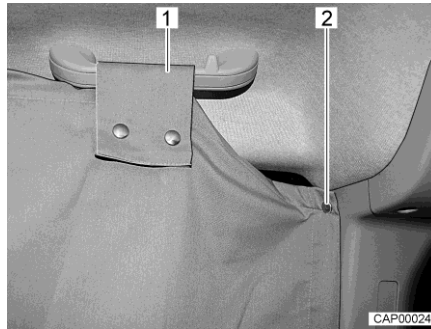

Bild 22 Fahrerhausverdunklung an Seitenscheibe
- Fahrerhausverdunklung auf einer Seite des Fahrerhauses befestigen. Dazu zwei Druckknöpfe (Bild 22,2) hinter der Seitenscheibe an der B-Säule befestigen.
- Schlaufe (Bild 22,1) über den Handgriff oberhalb der Seitenscheibe führen und mit Druckknöpfen befestigen.